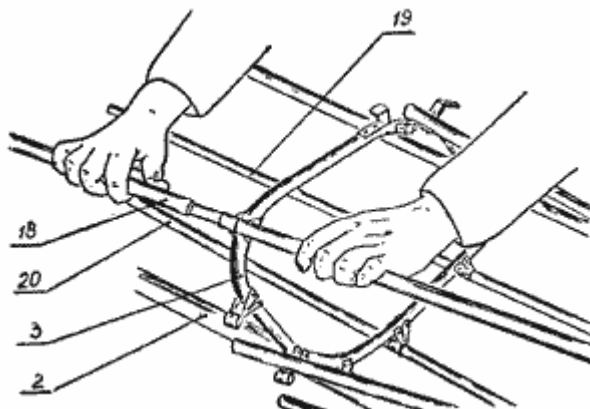

Рисунок 4. Фиксация брусьев привальных и стрингеров на скобах шпангоута.
Установите привальные брусья (18)-(длинные толстые) и стрингеры (19,20)-(длинные тонкие) – просунув их через уши шпангоута и вставив в соответствующие трубки штевня (*толстые вставляем в толстые, тонкие - в тонкие*). Толстые трубки располагаются сверху - рисунок 4.